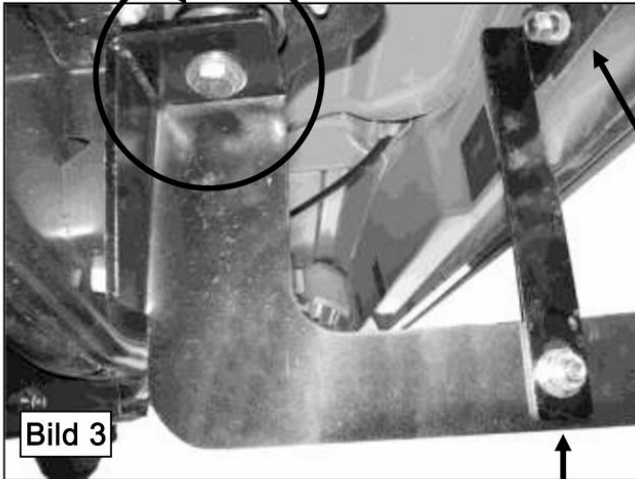

Bild 3
3. Nehmen Sie die vordere Halterung für die Fahrerseite. Führen Sie (1x) 12x120mm Sechskantschraube mit (1x) 12mm U-Scheibe und (1x) 12mm Sicherungsscheibe in den Montagepunkt der Halterung ein. Platzieren Sie anschließend (1x) Sicherheitsscheibe auf der 12mm Schraube. Anschließend stecken Sie die Gummihülse auf die Sechskantschraube gegen die Sicherheitsscheibe. Stellen Sie sicher, dass die Sicherheitsscheibe sich zwischen der original Gummihülse und der Halterung befindet (**Bild 3**). Halten Sie nun die Halterung (mit den soeben montierten Teilen) an den Montagepunkt im Unterboden und Schrauben Sie die Halterung fest. Ziehen Sie die Schraube nur handfest an. **WICHTIG:** Bei Modellen ab dem Baujahr 2005 kann die große U-Scheibe am Montagepunkt entfernt werden. Werfen Sie diese aber nicht weg, da die Scheibe wieder befestigt werden muss. Die Schraube ist lang genug um die Halterung korrekt am Rahmen-Loch zu befestigen. Es obliegt Ihrer Verantwortung die Länge der Schrauben zu überprüfen und zu bestimmen, ob Sie die original Schraube oder die im Lieferumfang enthaltene Schraube verwenden müssen!
6. Nehmen Sie die vordere Stützhalterung (lang) für die Vorderseite und befestigen Sie diesen mit (1x) 10mm U-Scheibe, (1x) 10mm Sicherungsscheibe und (1x) 10mm Sechskantmutter an der Schrauben-Platte (**Bild 3**). **HINWEIS:** Platzieren Sie die Stützhalterung gegen die nach vorne gerichtete Seite der Halterung. Die gebogene Aufnahme der Stützhalterung zeigt in Richtung der **Fahrzeugfront**. Ziehen Sie die Schrauben nur handfest an.
7. Befestigen Sie nun die Stützhalterung an der Montagehalterung mit (1x) 10mmx30mm Sechskantschraube, (2x) 10mm U-Scheibe, (1x) 10mm Sicherungsscheibe und (1x) 10mm Sechskantmutter (**Bild 3**). Ziehen Sie die Schrauben nur handfest an.